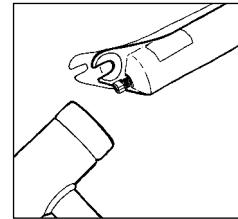

Abb. 5
3. Lockern Sie die Schafbolzen mit einem 6-mm- oder 8-mm-Innensechskantschlüssel teilweise, klopfen Sie mit dem Kunststoffhammer auf die Bolzen, damit sie sich vom unteren Gabelholm lösen, und ziehen Sie die Bolzen ganz heraus (siehe Abb. 5)